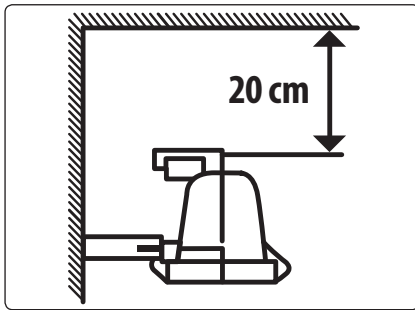

Abb. 5
- Im Bedarfsfall können die Scheinwerfer an die Wand montiert werden. Befestigen Sie den Scheinwerfer 1-3 m über dem Boden. Die Entfernung der Scheinwerfer direkt vom beleuchteten Objekt sollte mindestens 0,5 m betragen. Ist der Scheinwerfer in einer Ecke montiert, muss die Entfernung von der Decke mindestens 20 cm betragen (Abb. 5).